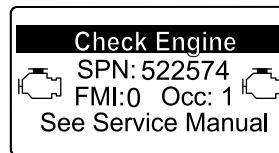

Рисунок 45
- Предупреждение о двигателе SPN 522574, FMI: 0 (Рисунок 45)